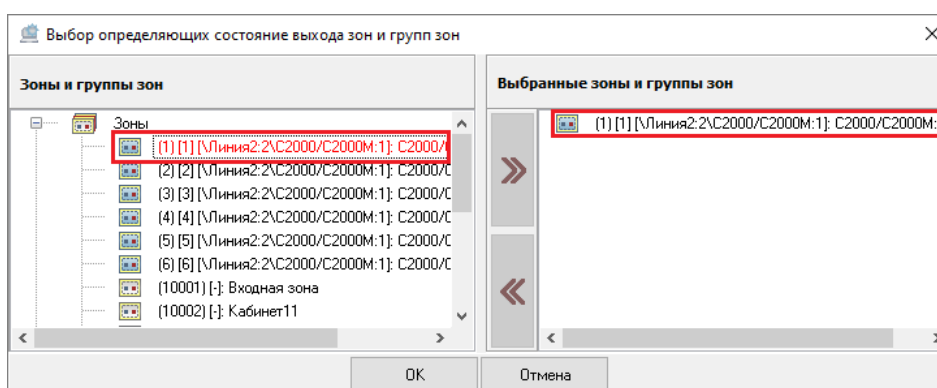

Рисунок 6-388 Выбранная в качестве определяющей состояние выхода зона
При этом для зон/групп зон, выбранных в качестве определяющих состояние выхода, применяется маркировка **красным шрифтом** (см. Рисунок 6-388).
- дважды щелкните левой клавишей мыши по зоне/группе зон в поле «Зоны и группы зон». Зона/группа зон будет добавлена в поле «Выбранные зоны и группы зон» (см. Рисунок 6-388);